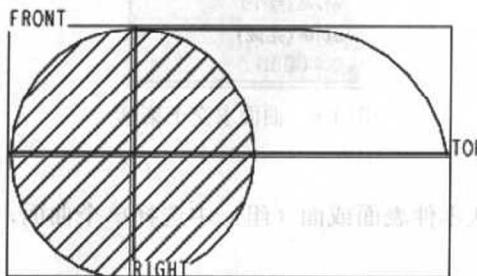

图 1-5 草绘建立的基准曲线
(7) 单击【Display (显示)】→【Done (完成)】命令。
(8) 单击对话框中【确定】按钮，最后得到如图 1-5 所示的基准曲线。